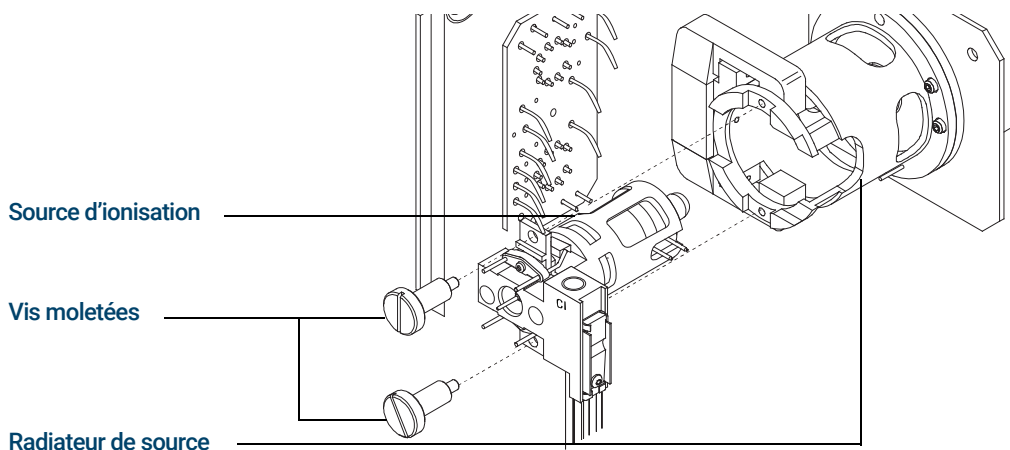

Figure 79. Installation de la source CI
- 4 Installer les vis moletées. (Voir **Figure 79**.)